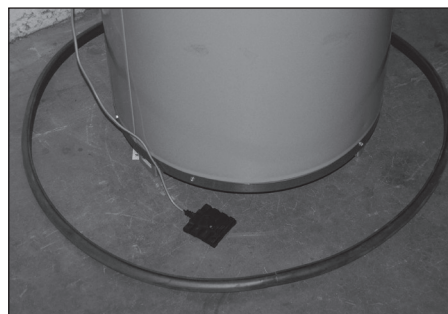

Figura 3
4. Instalar la almohadilla de detección de agua debajo del calentador de agua con la placa de circuito verde hacia abajo. La almohadilla de detección de agua debe estar en posición horizontal sobre el piso o en una bandeja de drenaje. Direccionar el cable conector a la unidad de control e insertar el conector entrelazado en la placa de circuito. **Figura 3**